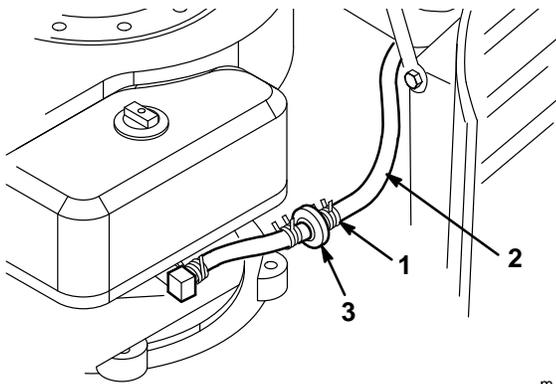

Figure 25
3. Pincer les extrémités du collier de fixation et glisser le collier vers le haut de la conduite d'alimentation, en direction du réservoir d'essence (Fig. 25).
4. Détacher du filtre la conduite d'alimentation (Fig. 25) et laisser l'essence couler dans un bidon à essence ou dans un bac de vidange.
Le meilleur moment pour remplacer le filtre à essence (Fig. 25) est lorsque le réservoir d'essence est vide. Ne jamais remonter un filtre sale après l'avoir enlevé de la conduite d'alimentation.
3. Pincer les extrémités des colliers et faire glisser ceux-ci pour les éloigner du filtre (Fig. 25).